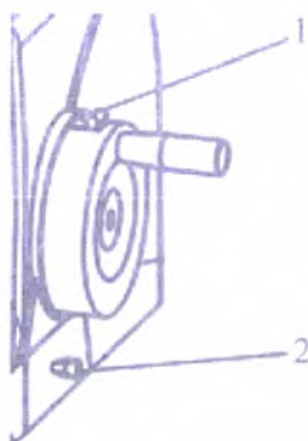

Рисунок 12. Стопорный рычаг для ручного маховичка
Для перехода в НОРМАЛЬНЫЙ РЕЖИМ (NORMAL MODE) необходимо нажать Кнопку перехода в меню настроек (Рисунок 7, (2)). Нажатием кнопки выбора режимов (Рисунок 7, (3)) вы выбираете необходимый режим (ENTIRE MODE). Удерживая кнопку перехода в меню настроек (Рисунок 7, (2)) подтверждаете выбранный режим работы. На дисплее появится надпись ENTIRE MODE и параметры установленные для работы в этом режиме (Рисунок 12).
Ручной маховичок может быть зафиксирован в любом положении при помощи стопорного рычага (Рисунок 12, (1)), расположенного с правой стороны от корпуса микротомы;
| Рисунок 12, (1) | Фиксатор для ручного маховичка в верхнем положении |
| Рисунок 12, (2) | Стопорный рычаг для ручного маховичка              |
Кроме того блокировку ручного маховичка можно осуществить фиксацией его в верхнем положении (Рисунок 12, (1)).
- Для механической блокировки ручного маховичка, переключите стопорный рычаг (Рисунок 12, (2)) в положение вверх, после чего маховичок зафиксируется и его нельзя будет повернуть.
- Отпустите Стопорный рычаг ручного маховичка (Рисунок 12, (2)).